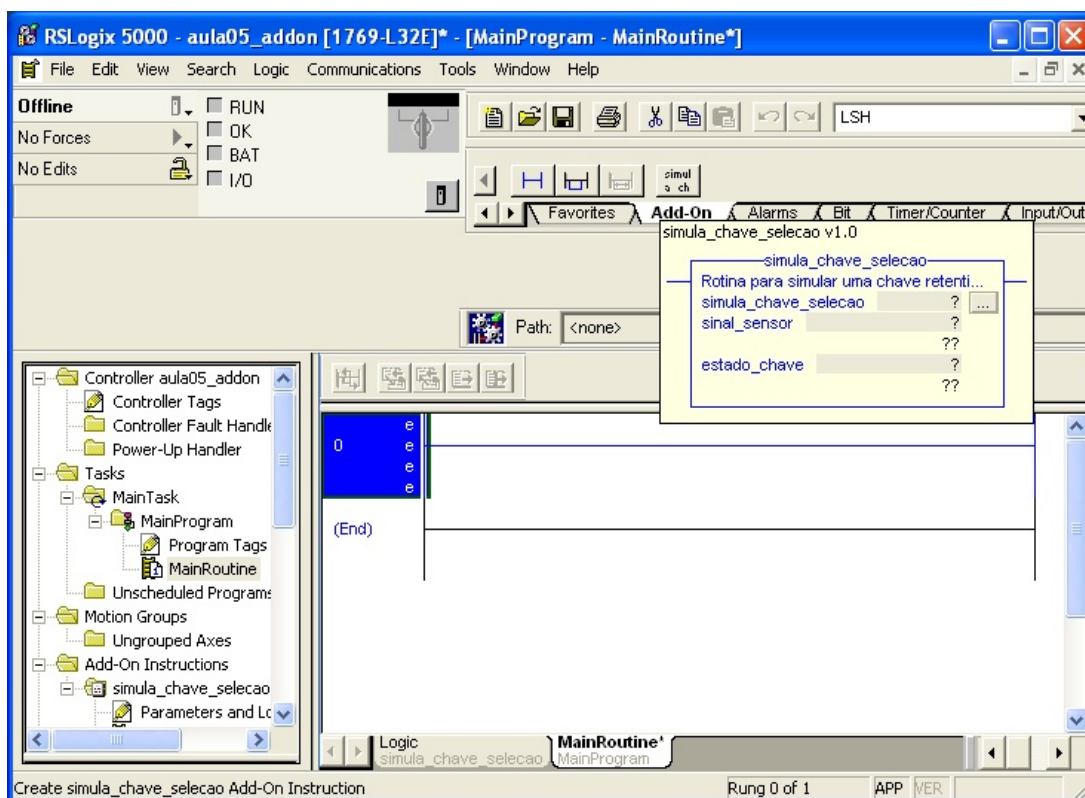

Figura 3: Inserindo a instrução “add-on” no programa
- 2.4 No “organizador do controlador”, selecione *Tasks*→*Main Task*→*Main Program*→*Main Routine*, clique na aba “add-on” e clique em seguida no botão correspondente à instrução *simula_chave_selecao*, como mostrado na figura 3: